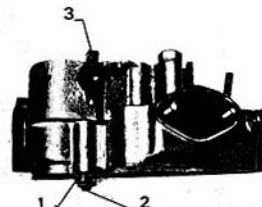

Fig. B 4
- Débloquer le contre-écrou (sous la culasse) (1, fig. B 4).
- Dévisser entièrement la vis de tarage (2, fig. B 4).
- Sortir l'axe de décompresseur en tirant sur le bouton de commande (3, fig. B 4).
Visser le bouton de retenue jusqu'à légère compression du ressort (2, fig. B 4). Bloquer le contre-écrou (1, fig. B 4).